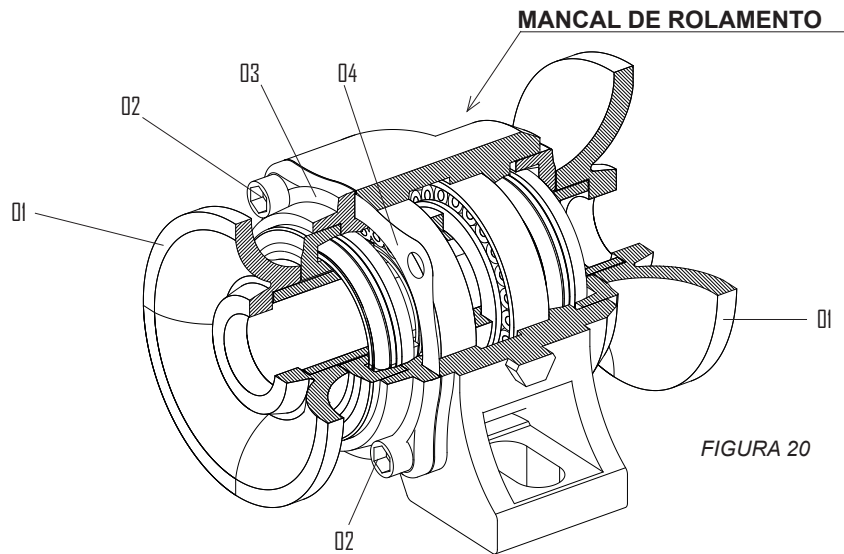

FIGURA 20
- Retire a arruela (1) figura 20.
- Soltar os parafusos (2) e retirar a tampa (3).
- Retirar 1 ou 2 juntas (4), da tampa do mancal.
- Recolocar novamente a tampa (3) e reapertá-la.
- Se persistir a folga, pode-se facear a tampa item 3, para aumentar a regulação, em seguida monte a mesma no mancal com quantas juntas forem necessárias.